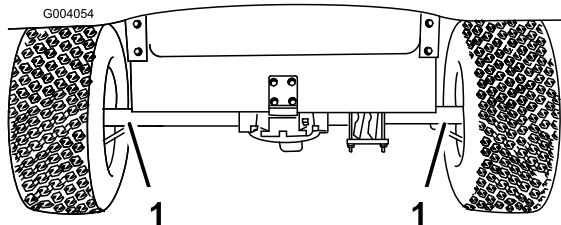
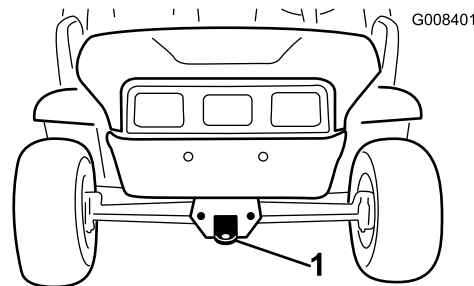

Figure 20
Figure 21
Utilisez une remorque pour transporter le véhicule sur de longues distances. Le véhicule doit être solidement arrimé sur la remorque. L'emplacement des points d'attache est indiqué à la Figure 20 et Figure 21.
2. Accrochez un câble de remorquage à la flèche d'attelage à l'avant du châssis (Figure 21).